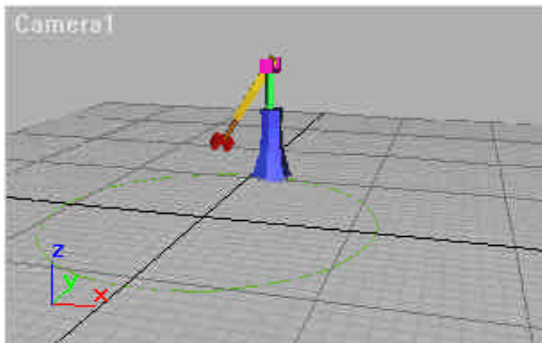

图11-18 第220帧时机械手的状态
9) 移动时间滑块到第220帧, 单击主工具栏的 Select and Move按钮, 将底座上的垂直长轴向下移动一点, 将水平机械臂向下旋转, 如图 11-18所示。